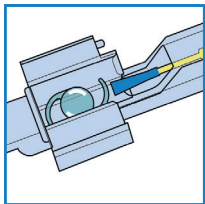

Рис. 9a
- Убедитесь, что ИОЛ загружена корректно. ИОЛ должна располагаться в центре загрузочной камеры между силиконовым поршнем и началом туннеля картриджа (рис. 9a и 9b). При необходимости пододвиньте галпические элементы стерильным микропинцетом ближе к оптической части и убедитесь, что они находятся внутри загрузочной камеры. Положение лепестков картриджа по отношению друг к другу при этом должно оставаться неизменным.